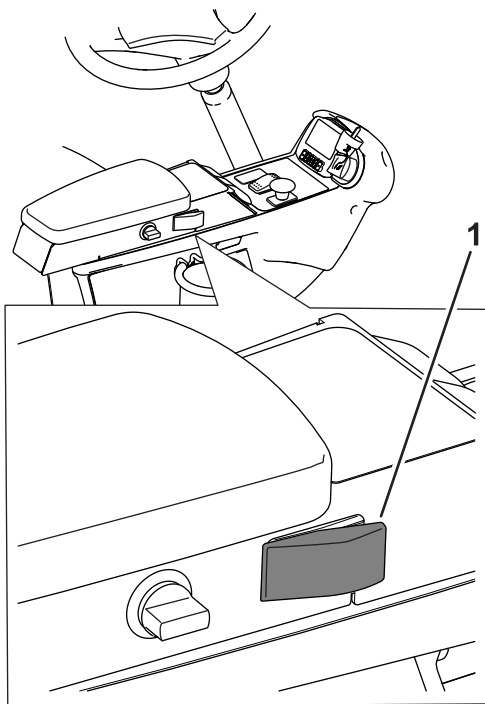
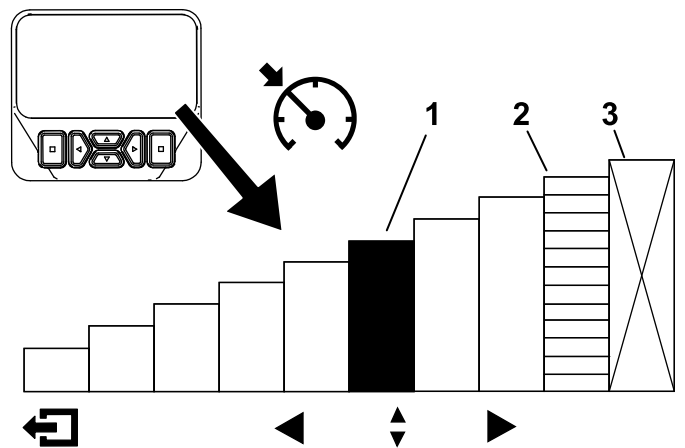

図 33
図 34
クルーズコントロールスイッチを有効化して速度を設定した後 **図 33**、インフォセンターでクルーズ速度の設定を行います **図 6**と**図 34**。
1. コンソールのクルーズコントロールスイッチを有効にする **図 33**。
2. インフォセンターディスプレイを使って、クルーズコントロールの速度設定を調整する **図 34**。